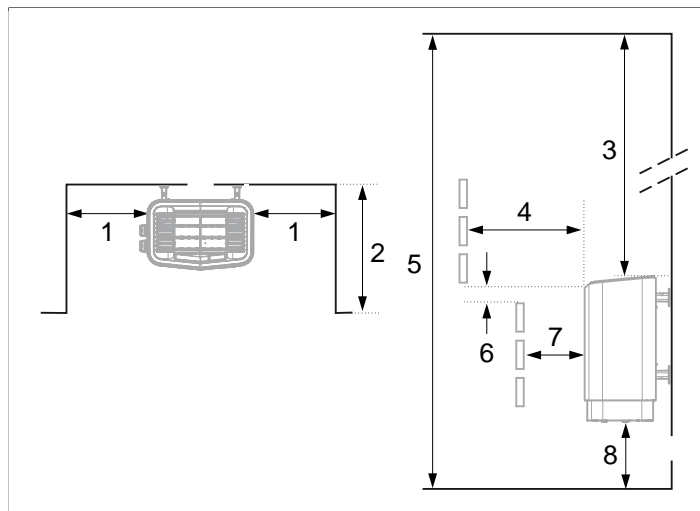

Рисунок 3: Размещение каменки – установка в нише
- У той же стены что и двери (только в исключительном случае у боковой стены, но тогда как можно ближе к дверям). Каменка так же может быть размещена в нише (см. **Рисунок 3**, страница 2).
Установите устройство на безопасном расстоянии от пола, боковых стен и элементов интерьера (см. **Рисунок 3**, страница 2).